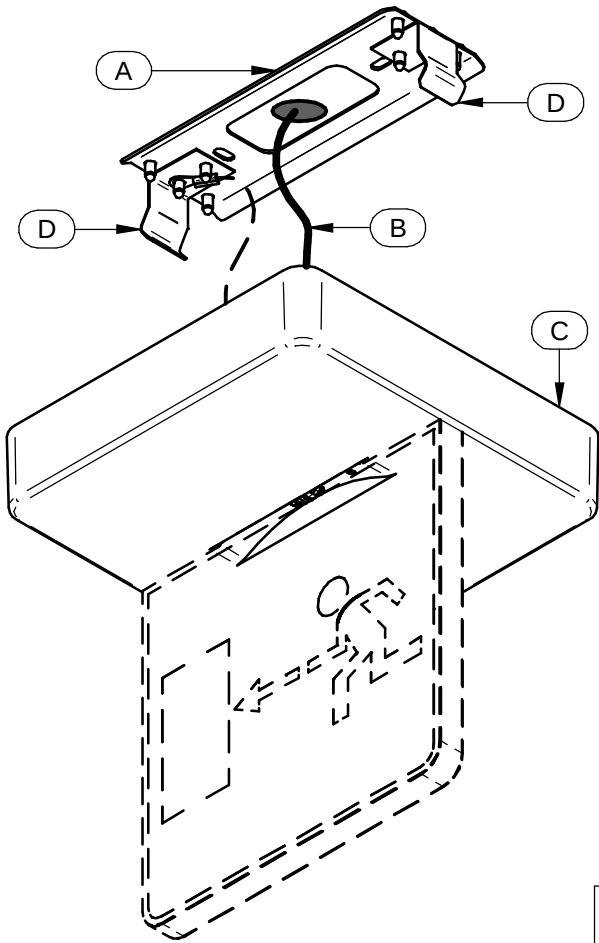

FIG.1
[FIG. 1]: Posizionare la staffa (A) in corrispondenza del foro di uscita dei cavi di rete (B). Segnare i punti di fissaggio. Effettuare i fori. Riposizionare la staffa (A) e fissarla tramite tasselli e viti.
[FIG. 1]: Posizionare la struttura (C) sulla staffa (A) mediante le molle (D).
[FIG. 1]: Place the bracket (A) at the exit hole of the mains lead (B). Mark the anchoring points. Make the holes. Place the bracket (A) back and anchor it by using plugs and screws.
[FIG. 1]: Place the structure (C) onto the bracket (A) by using the springs (D).
[FIG. 1]: Placer la bride (A) à hauteur des orifices de sortie des câbles réseau (B). Marquer les points de fixation et percer. Repositionner la bride (A) et la fixer au moyen des chevilles et des vis.
[FIG. 1]: Positionner la structure (C) sur la bride (A) au moyen des ressorts (D).